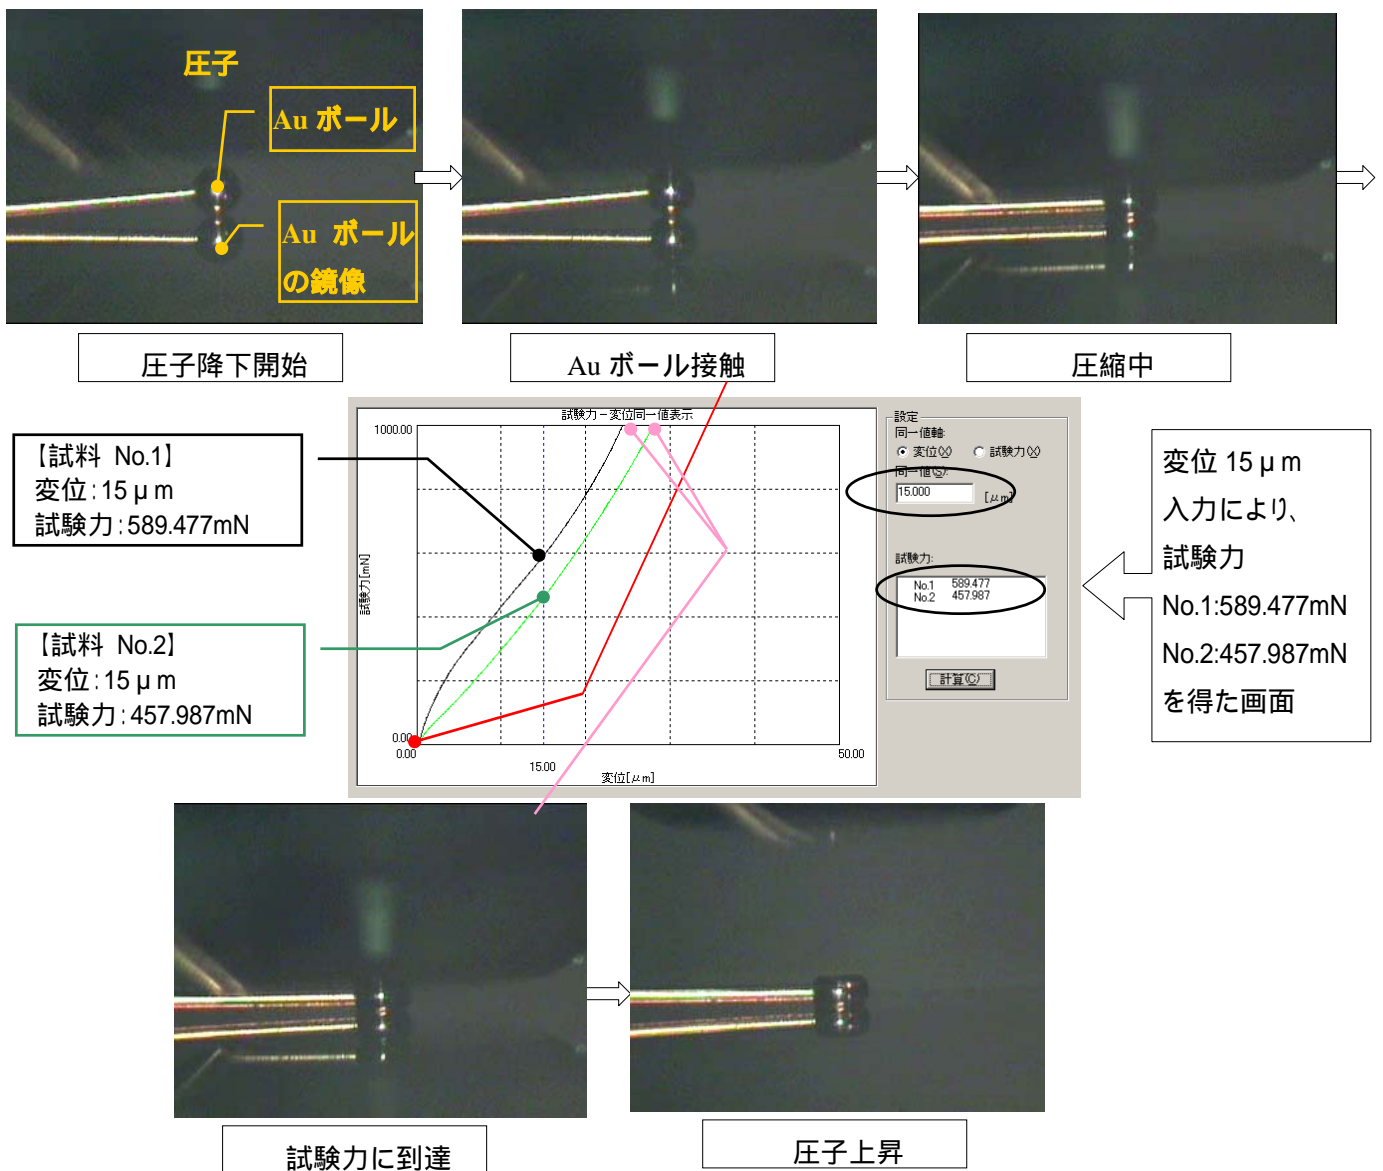

図5 「試験力 変位同一値グラフ」と「Au ボール圧縮変形状況」画像
- 2) 2項の試験条件で試験した結果より得られる、変位に対する試験力(あるいは試験力に対する変位)を見るための「試験力 変位同一値グラフ」と、その過程でサイド観察キットにて得られた「Auボールの圧縮変形状況画像」を図5に示します。
- 3) 試験で得られた「試験力 変位同一値表示グラフ」(図5)の画面上で変位を選択し、変位指定値として 15 μm を入力すると、試験力表示部に試料 No.1 は 589.477mN、試料 No.2 は 457.987mN が表示され、各試料に対する指定変位 15 μm における各試料の試験力がわかります。この関係は生データからも検索することができます。